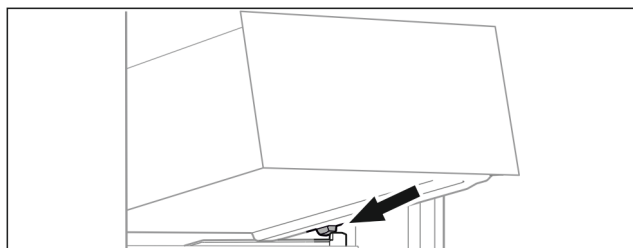

Fig. 97
- Applicare il cassetto inclinandolo dietro i fermi sulla nervatura del contenitore. (vedere Fig. 97)